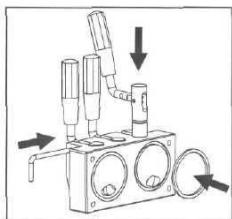
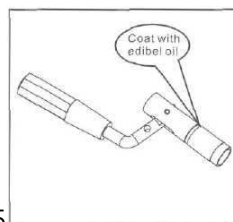

Рис. 5
Рис. 6:
- Положите крышку блока узла выдачи в водный раствор чистящего средства, нажмите и потяните ручки 2 или 3 раза. Вытяните наружу г-образный фиксатор и штоки. Очистите/промойте все разобранные детали. Затем положите все части в обеззараживающее средство на 3 ... 5 минут и промойте их чистой водой. Прокладку штока смажьте по кругу пищевым маслом (пищевая силиконовая смазка). Соберите узел выдачи мороженого в обратном порядке (рис. 5 и рис. 6).